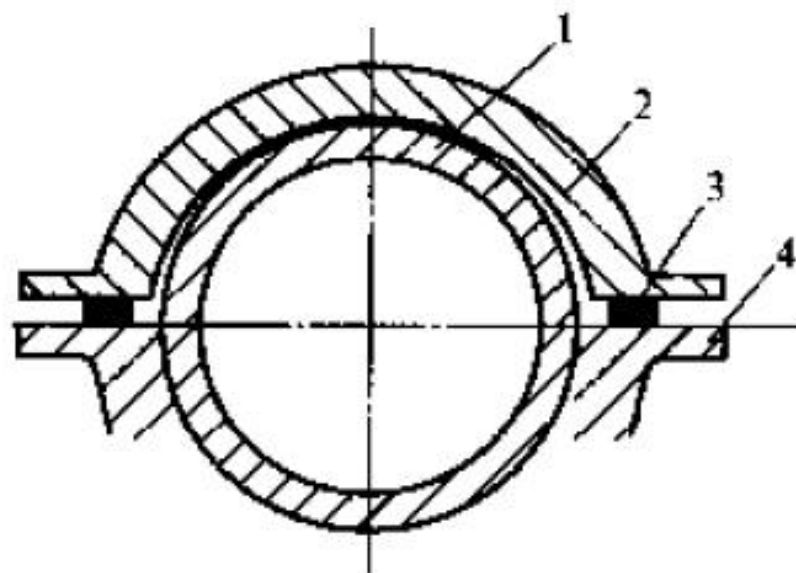

图 20-7 决定泵盖对
- 叶轮密封环在大修后没有变动，那么泵壳结合面的垫就取原来的厚度即可；如果密封环向上有抬高，泵结合面垫的厚度就要用压铅丝的方法来测量，如图20-7所示。